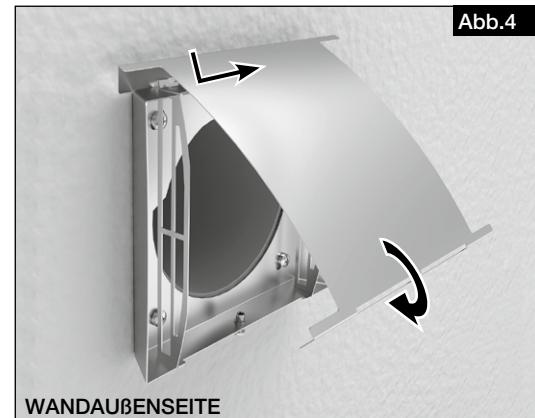

Abb.4
6. Blende oben am Rahmen einhängen und bis zum Anschlag nach rechts schieben (s. Abb. 4).
7. Blende schließen und mittels Sicherungsschraube fixieren (s. Abb. 4).